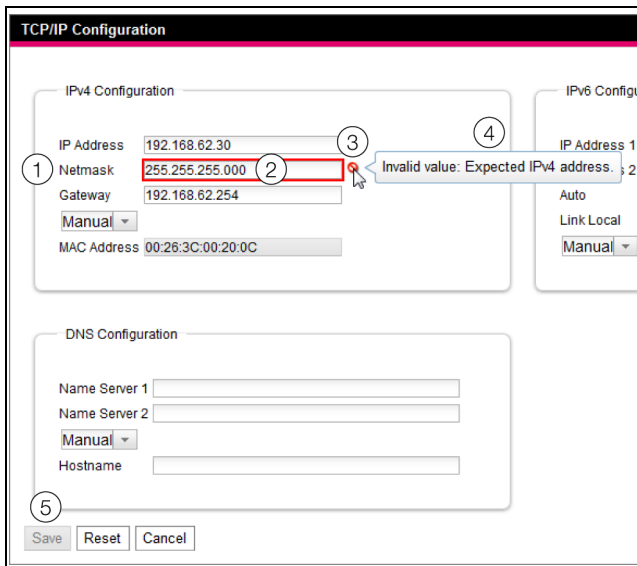

Abb. 21: Anzeige einer fehlerhaften Eingabe
- Hinter dem fehlerhaften Eintrag (Abb. 21, Pos. 2) im Feld **Netmask** (Abb. 21, Pos. 1) erscheint ein rotes „Verbotssymbol“ (Abb. 21, Pos. 3).
- Wenn Sie den Mauszeiger über das Verbotssymbol setzen, erscheint ein Hinweis mit Zusatzinformationen zum Fehler (Abb. 21, Pos. 4).
- Die Schaltfläche **Save** ist deaktiviert (Abb. 21, Pos. 5), so dass die aktuell hinterlegten Werte so nicht abgespeichert werden können.